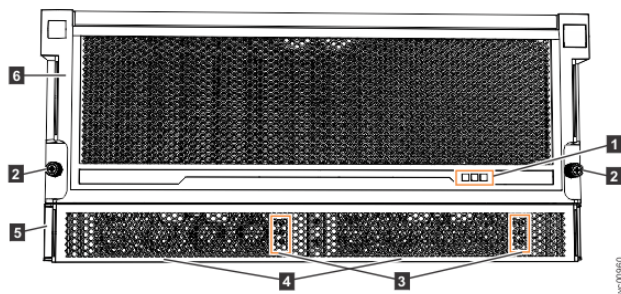

Figure 138. Dispositifs du panneau avant du boîtier d'extension 5U
Important : Avant de connecter les câbles d'alimentation à l'arrière du boîtier, vérifiez toujours que le boîtier d'extension est bien fixé dans l'armoire. Si nécessaire, serrez les vis moletées à l'avant du boîtier (2 dans la Figure 138, à la page 125) pour vous assurer que le tiroir de l'armoire ne s'ouvre pas seul.
Le système Le boîtier d'extension 5U comprend deux unités d'alimentation électrique accessibles depuis l'avant du boîtier (4 dans la Figure 138, à la page 125). Comme illustré, les unités d'alimentation électrique sont recouvertes par le panneau 1U (5).